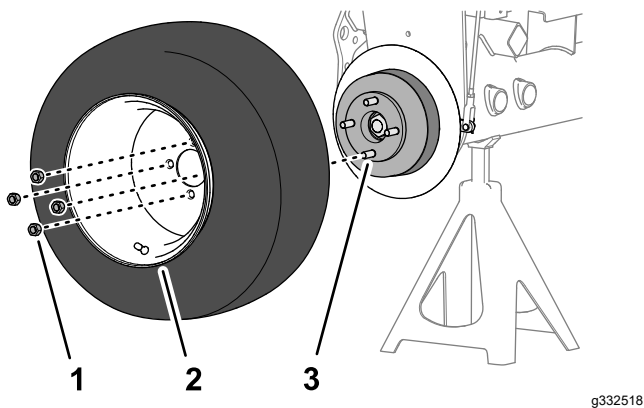

图 63
1. 卸下将前车轮固定至轮毂的 4 个车轮螺母然后卸下车轮 图 63。